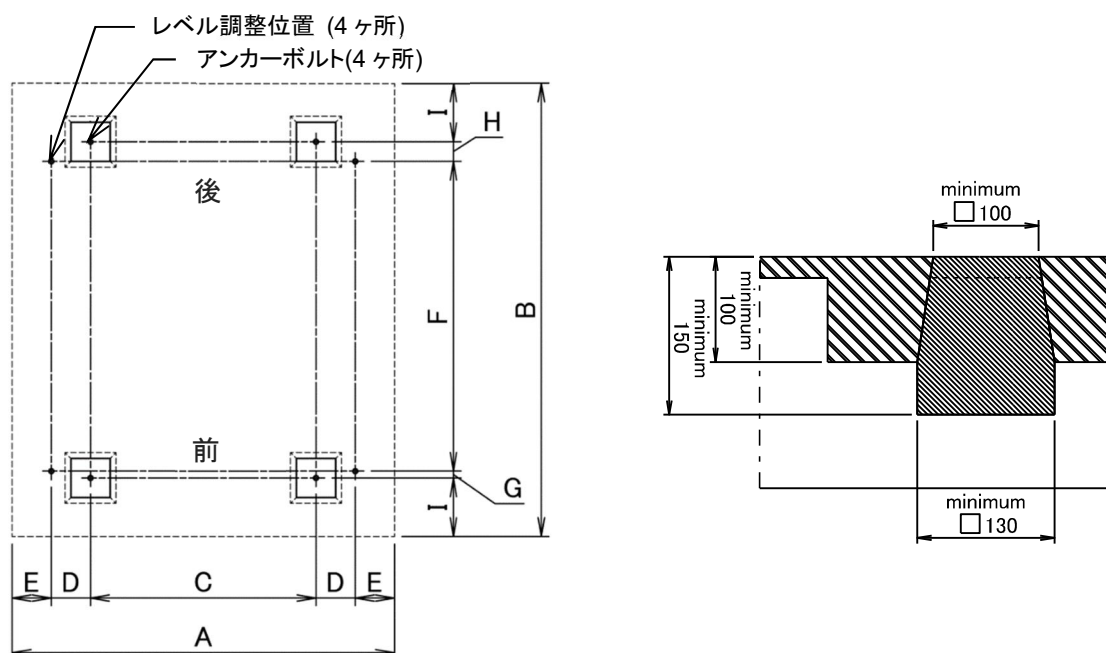

図 4-2
1) 機械の据付は、床荷重に耐えられるコンクリートの水平かつ凹凸の無い床に、(図 4-2)の示す位置に、相対的に段差の無く、水平な 4 ヶ所のコンクリート基礎を施工してください。
2) コンクリート床自身が十分な強度、完全に平らでかつ水平、十分な厚みがあるならば(図 4-2)に示す基礎工事を省くことができます。